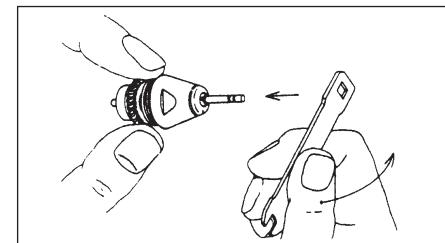

Fig. 11
2) Afferrare il rotore con due dita come mostrato dalla Fig. 11.